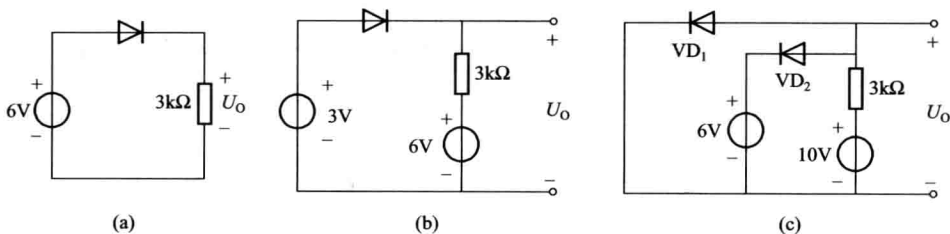

图 1-14 题 1.4 图
① N 型半导体内, 自由电子远多于空穴, 因此它带负电。()
② PN 结加上正向电压时, 空间电荷区变窄, 呈低阻态, 正向导通。()
③ 二极管的反向饱和电流越小, 说明其单向导电性越好。()
④ 二极管导通时, 电流从其阳极 (正极) 流出, 阴极 (负极) 流入。()
⑤ 稳压二极管用于稳压时必须接正向电压。()
1.4 电路如图 1-14 所示, 设二极管的导通电压 $U_{D(on)} = 0.7V$, 写出各电路的输出电压 U_o 值。(24 分)